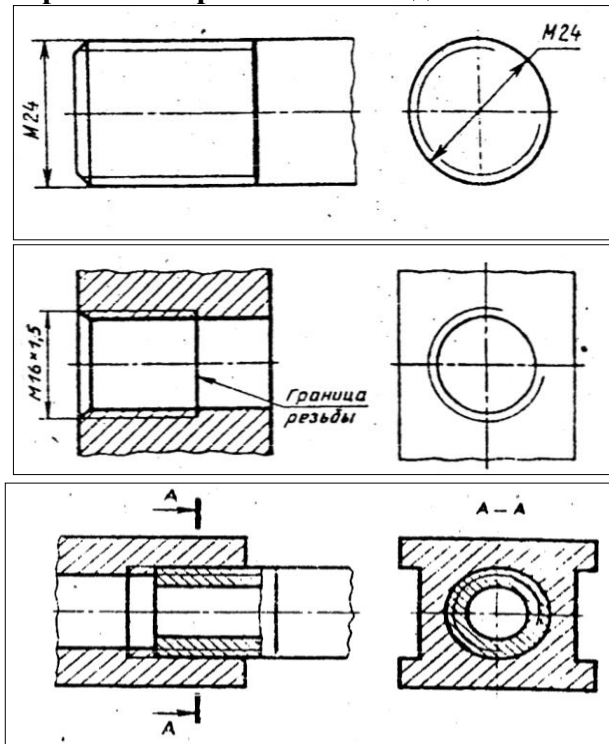

Рис.68 Обозначение резьбы на чертеже
На чертежах резьбовых соединений в том месте, где диаметры совпадают, изображение резьбы выполняют по стержню, так как в разрезе стержень расположен ближе к наблюдателю и закрывает отверстие (рис.68 в).
б Резьба может быть расположена на поверхности стержня или отверстия. Согласно ГОСТ 2.311-68 резьбу на стержне изображают сплошными основными линиями по наружному диаметру и сплошными тонкими линиями по внутреннему диаметру резьбы (рис. 68,а).
в Резьбу в отверстии в продольном разрезе изображают сплошными тонкими линиями по наружному диаметру и сплошными основными линиями по внутреннему диаметру (рис. 68,б). Границу резьбы показывают сплошной основной линией, доводя ее до наружного диаметра резьбы.
3. Начертить резьбовое соединение двух деталей. Пример выполнения дан на рис. 68.